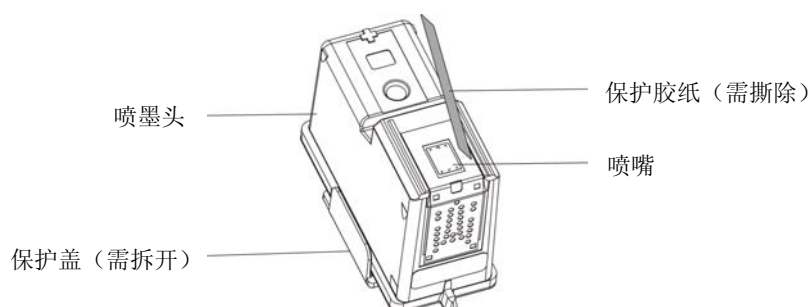

图 A-4 撕除喷墨头保护胶纸
② 从包装盒取出喷墨头，拆开喷墨头的保护盖，再撕除喷嘴上的保护胶纸（如图 A-4 所示）。